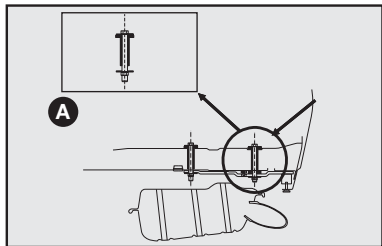
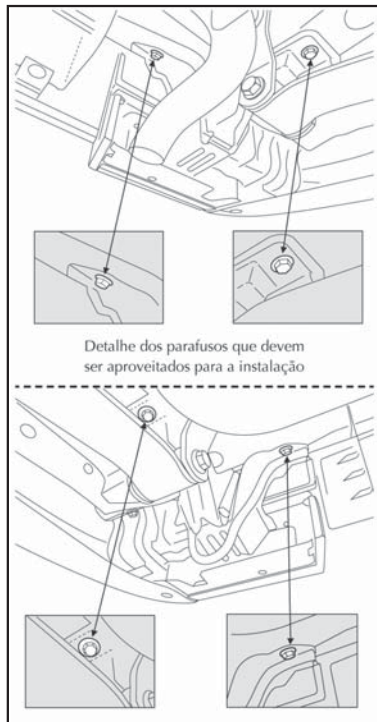

fig. 12
fig. 13
– Efetuar no veículo a furação com  $\varnothing$  (diâmetro) 11 mm traspassando o assoalho posterior (ver detalhe **A**—fig. 12) e a longarina nas marcas esquemáticas indicadas na figura correspondente ao modelo do seu veículo (fig. 13).
Em alguns modelos de veículos, são aproveitados alguns furos pré-existentes, retirando e recolocando parafusos que fixam alguns componentes (ver fig. 13).